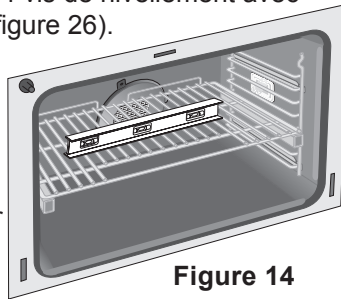

Figure 14
- Vérifiez si l'appareil est à niveau en installant une grille au centre du four et en plaçant un niveau à bulle sur cette dernière (Figure 14).
2. Déposez un niveau à bulle sur la grille (figure 14). Prenez 2 lectures en plaçant le niveau en diagonale dans une direction, puis dans l'autre direction. Si nécessaire, ajustez les 4 vis de nivellement avec une clé à molette (voir figure 26).